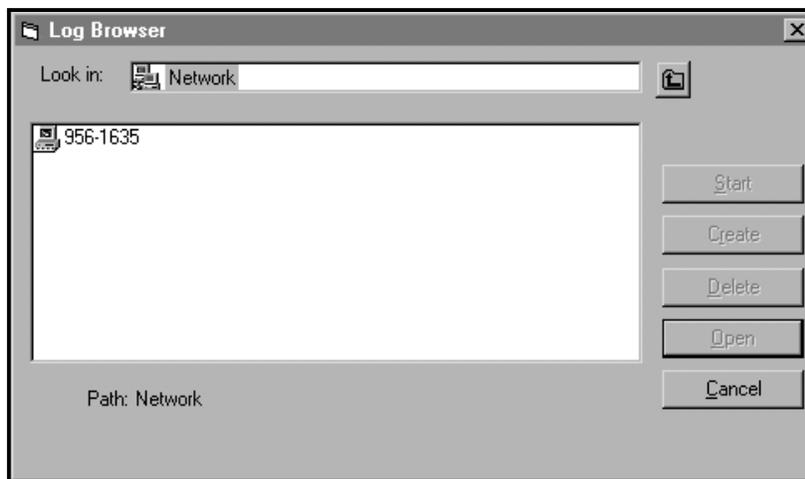

Figure 14 : Sélection de l'ordinateur
- Cliquez sur l'option *Navigateur de journal*. La boîte de dialogue illustrée à la Figure 14 apparaît.